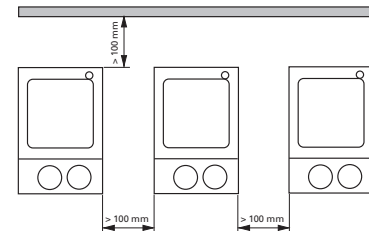

Fig. 3
- Beachten Sie die Mindestabstände zwischen Geräten, zwischen Gerät und Wand, sowie oberhalb des Aufbaus (min. 800 mm), siehe Fig. 3.